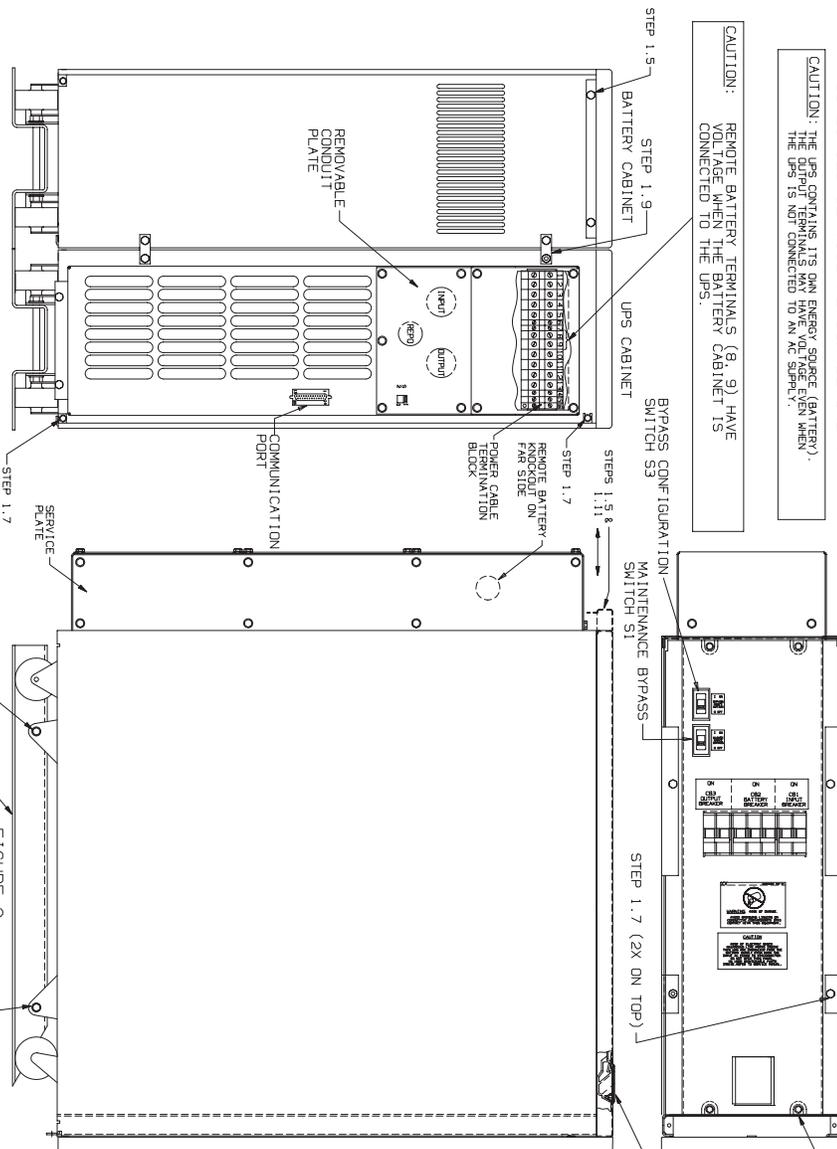

FIGURE 1
- 1.4B POSITION CABINET 8 APPROXIMATELY INTO FINAL OPERATING POSITION WITH BATTERY TO THE RIGHT OF THE UPS UNIT AS SHOWN IN FIGURE 1.